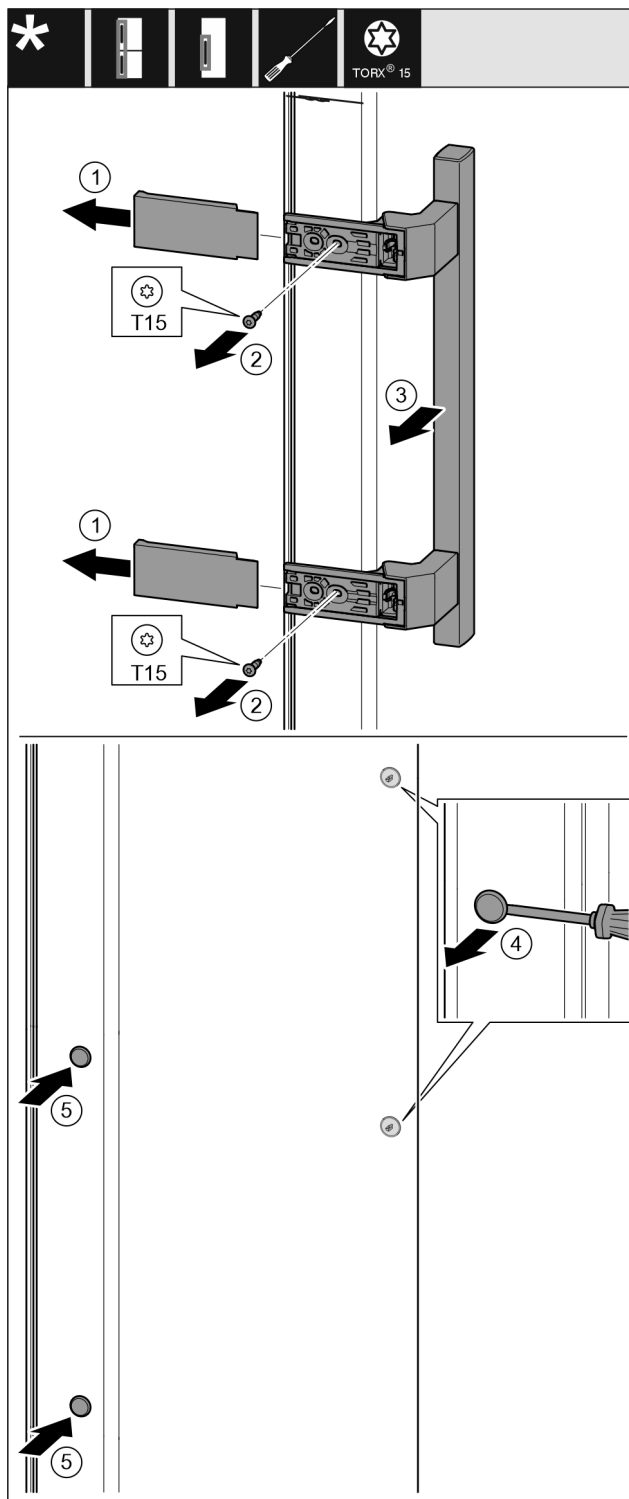

Fig. 18
- ▶ Stiahnite kryt. Fig. 18 (1)
- ▶ Skrutkovačom Torx 15 vyskrutkujte skrutky. Fig. 18 (2)
- ▶ Odoberte držadlo. Fig. 18 (3)
- ▶ Plochým skrutkovačom opatrne nadvihnite a vyberte bočnú zátku. Fig. 18 (4)
- ▶ Zátku opäť nasadte na druhú stranu. Fig. 18 (5)